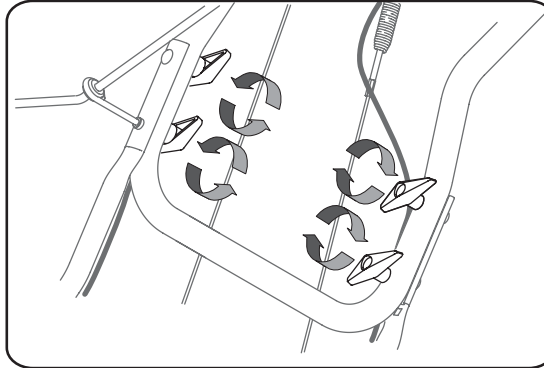

Figure 3-2
- Enlevez les boutons, rondelles et les boulons ordinaires inférieurs de chaque côté du guidon supérieur. Voir la Figure 3-2.